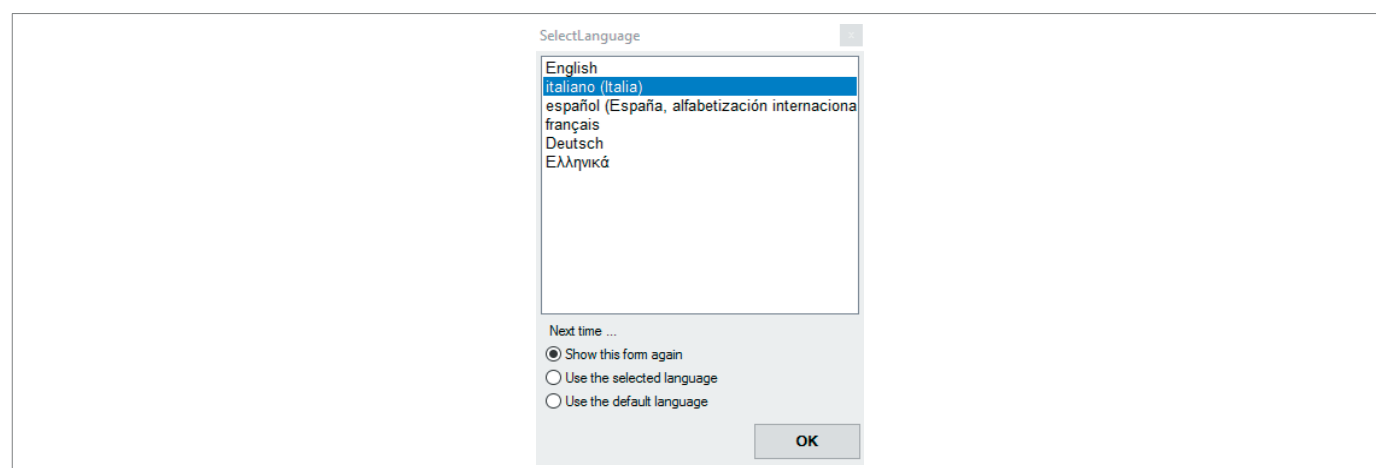

Fig. 8.18. Selección del idioma
2. Seleccione el idioma deseado (Fig. 8.18)